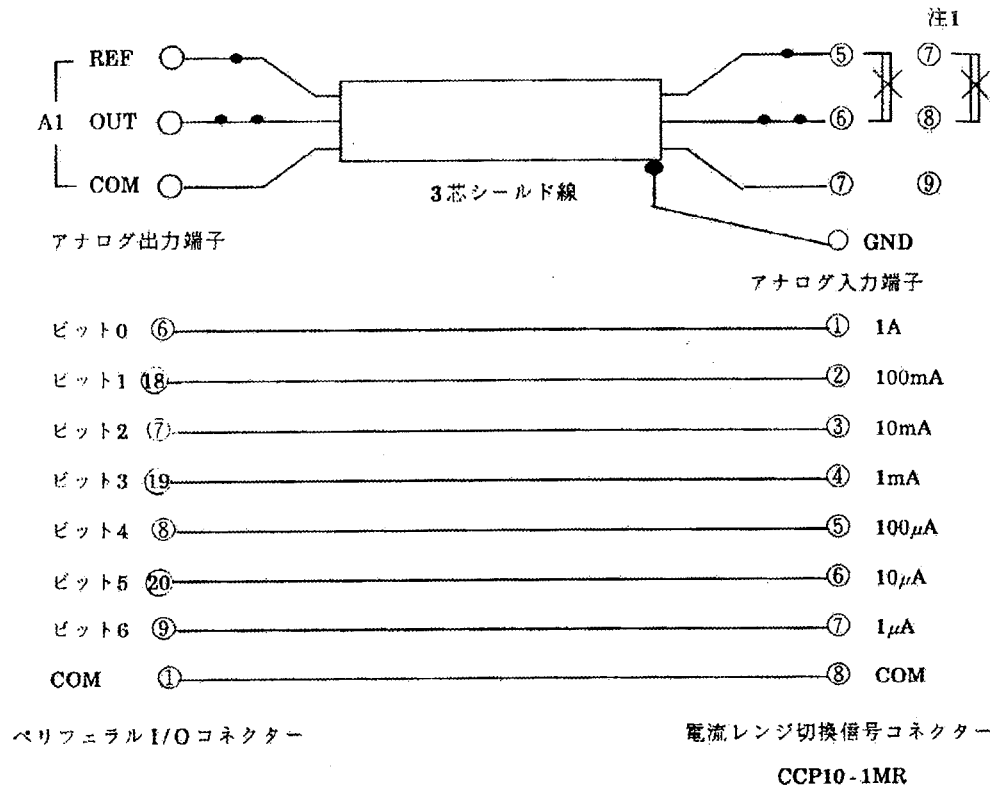

図2-6 CCP 10-1MRとの接続
CCP 10-1MRの出力電流をリモートコントロールし、電流レンジ切り換え信号を出力ポートのビット0～6によりコントロールする場合を図2-6に示します。
- CCP 10-1MRの⑤-⑥間のジャンパー線を取外してください。
- 図2-6に従いシールド線にて各端子間を接続してください。